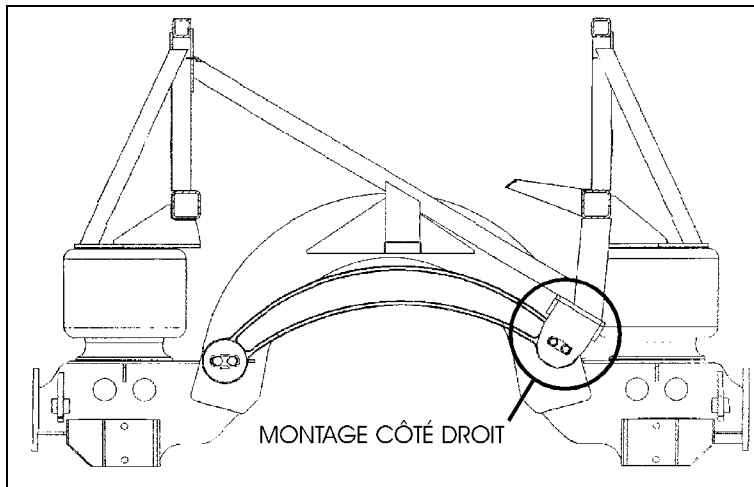

FIGURE 9 ESSIEU AUXILIAIRE - VUE DE L'ARRIÈRE
1. Identifier sur le montage du côté droit de la barre d'accouplement transversale de l'essieu auxiliaire, les deux boulons (avec écrous) retenant l'ensemble plaque-pivot de la barre d'accouplement transversale à son support (consulter les figures 9 et 10).